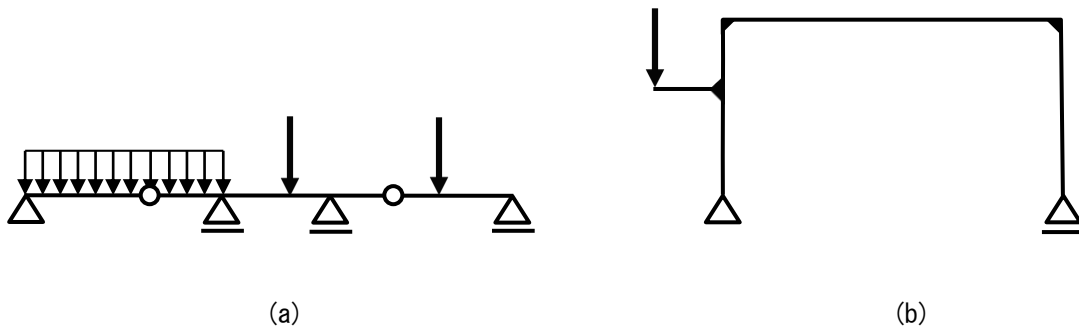

図 1
(1) 図 1 に示すように、鉛直下向きに集中荷重が作用している構造の曲げモーメント図 (M 図) の概略図をそれぞれ描け.